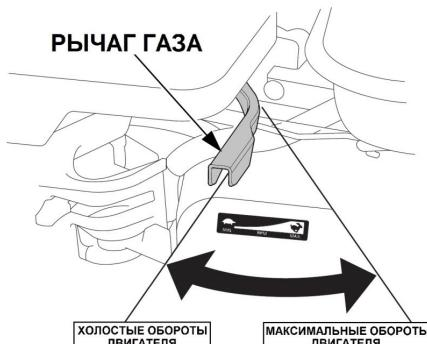

Рис. 20 Положения рычага газа
- Открутите гайки 2 крепления полозка 1 на 1-2 оборота и установите полозок на необходимую высоту (Рис. 20). Снова затяните гайки.
- Переведите рычаг газа на 1/3 хода в сторону положения максимальных оборотов двигателя (Рис. 20).